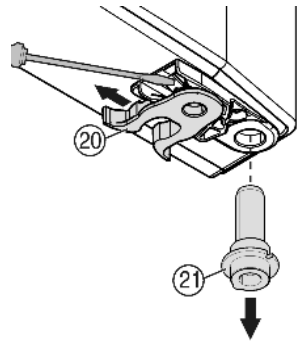

Fig. 10
- ▶ Helyezze át a rugós szorítót Fig. 10 (20): Nyomja lefelé a reteszt, felette húzza le a rugós szorítót.
- ▶ Húzza ki a tartócsapot Fig. 10 (21) az ajtóperselyből, és az alátéttel együtt az ellenkező oldalon helyezze be. A kiugrás az ajtó belső oldala, a bevágás pedig a külső oldala felé legyen.
- ▶ Az ajtót alul forgassa be és a tartócsapot Fig. 10 (21) helyezze a csapágybakba. Szükség esetén a tartócsapot forgassa el úgy, hogy be tudjon pattanni.